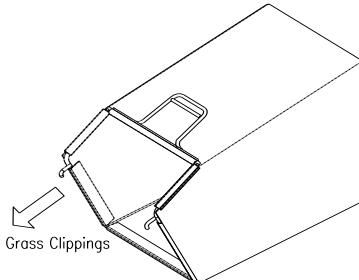

Рис. 9
- Установите сборник, одев крючки (рис. 9) рамки сборника на стержень (**Hook**) или отверстия под крышкой
Опорожнение травосборника (см. рис. 9)
Внимание: Для проверки искры использовать только тестер зажигания 1 (рис. 9). Ни в коем случае не проверять на двигателе со снятой свечой.
Заменять свечу зажигания **через каждые 100 часов** работы или **каждый сезон**, в зависимости от того, что истечет раньше. Вы можете заказать ключ для свечи зажигания у любого Уполномоченного Сервисного Дилера Briggs & Stratton. Замечание: в некоторых районах местные законы требуют использования резисторной свечи зажигания для подавления сигналов зажигания. Если на данном двигателе была изначально установлена резисторная свеча зажигания, необходимо использовать для замены свечу зажигания того же типа. Зазор свечи зажигания 2 (рис. 9) должен составлять **0,76 мм.**
Содержите двигатель в чистоте (см. Рис. 9)